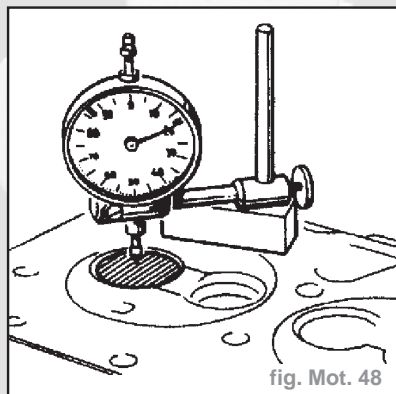

fig. Mot. 48
- Mesurer le retrait de la tête de soupape par rapport au plan de joint de culasse (fig. Mot. 48).